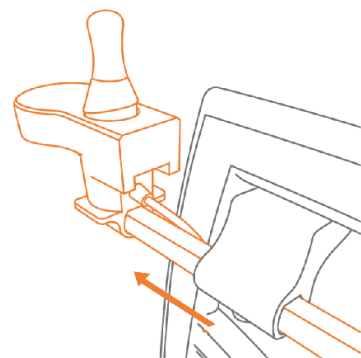

Abbildung 8
2. Ziehen Sie die gelöste Joystick-Steuerung aus der Halterung (Abbildung 8).